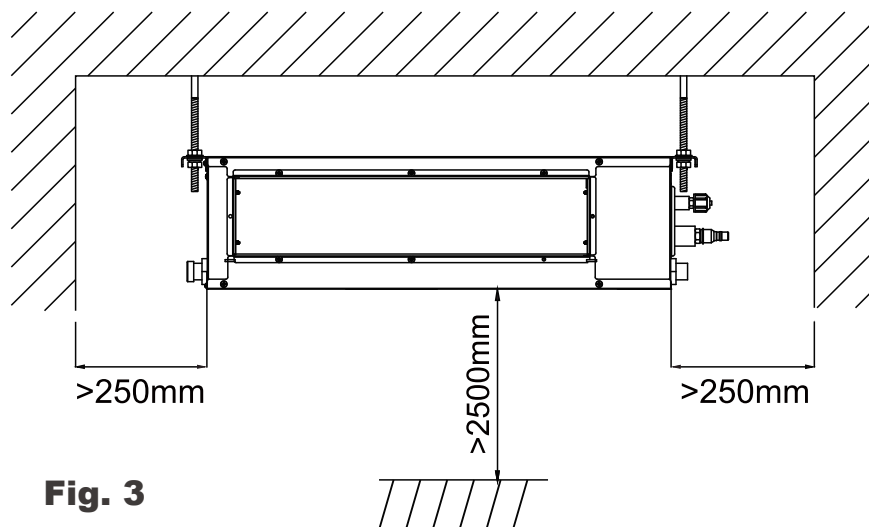

Fig. 3
4. Kontrollera att det finns fritt utrymme runt aggregatet enl. Fig. 3 för åtkomst och underhåll.